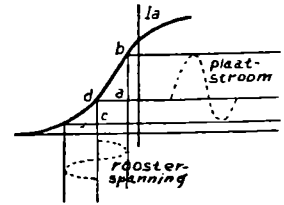

Fig. 34. Als de lamp in de bocht van de karakteristiek werkt, wordt de plaatstroom vervormd.
W. — Wel, om vervorming te vermijden, moeten de variaties van den plaatstroom absoluut evenredig zijn met de variaties van de roosterspanning. Als we nu de lamp in dat rechte deel laten werken, krijgen we die evenredigheid. Maar veronderstel eens (fig. 34), dat de oogenbliksspanningen van het rooster in een krom gedeelte komen. In zoo'n geval zal een positieve afwijking een variatie a—b van den plaatstroom geven, welke grooter is dan die (c—d), welke door de negatieve afwijking wordt veroorzaakt.